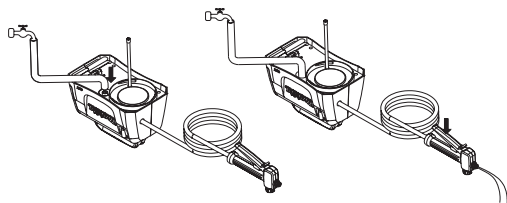

图 17
6. 慢慢打开水龙头，同时按下操纵杆，让水冲走粘附在泵上的杂物。参考图 17。